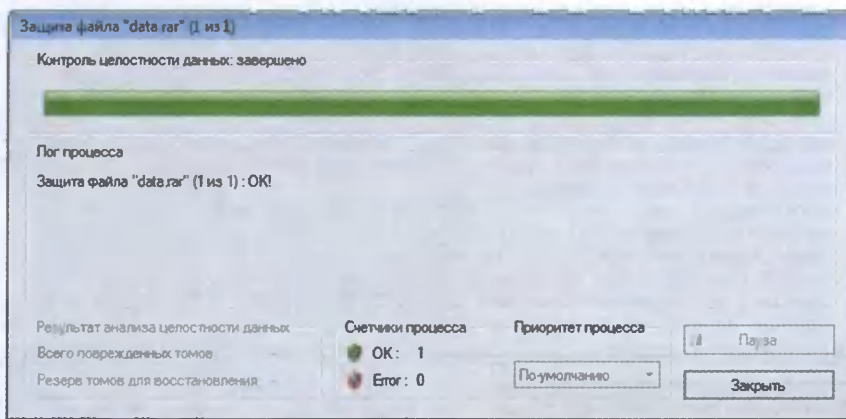

Рис. 8
**Программа Recovery Star** — разработка автора настоящей статьи. Она предназначена в основном для подготовки файлов к записи на оптический диск путем преобразования их в хорошо защищенную от искажений файловую структуру и восстановления исходных файлов после считывания. Все защищаемые файлы необходимо скопировать в одну папку, и в окне программы Recovery Star нажать на экранную кнопку "Закодировать". В окне, показанном на рис. 8, будет отображаться ход процесса обработки. По его завершении исходные файлы могут быть удалены, а полученный набор файлов записан на диск. Важно помнить, что в результате применения чередования томов отказоустойчивость нескольких одновременно записанных наборов файлов из одной папки будет выше, чем при записи их же в разных сессиях.